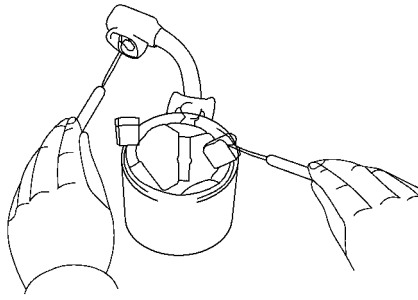

图 6-14 检查磁场线圈是否开路
(1) 检查磁场线圈是否开路。使用欧姆表检查导线和磁场线圈电刷导线之间是否导通，如图 6-14 所示。